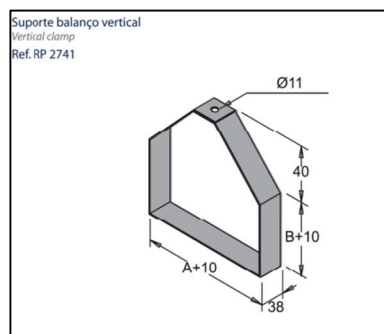
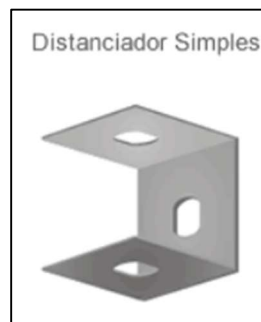

Figura 19: Suporte vertical (capela)
Figura 20: Distanciador para fixação na laje
- iv. Suporte balanço vertical (Figura 19) + distanciador simples (Figura 20) + vergalhão 3/8" + chumbador para fixação da calha na laje (esquema de fixação na Figura 21);